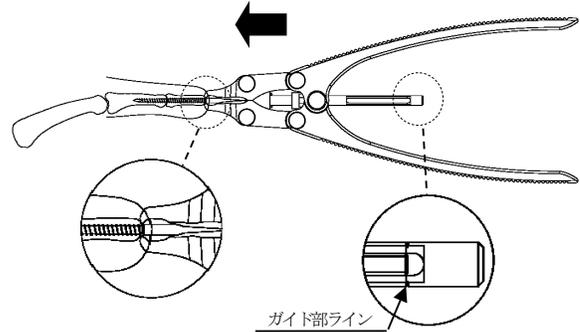

図8
- 6) スクリュー切断部が骨内に埋没していないことを確認し、1.5/2.0 スクリューカッターを矢印の向きに挿入します。スクリュー後端がスクリューカッターのガイドラインと一致していることを確認し、スクリューを切断します。(図8)